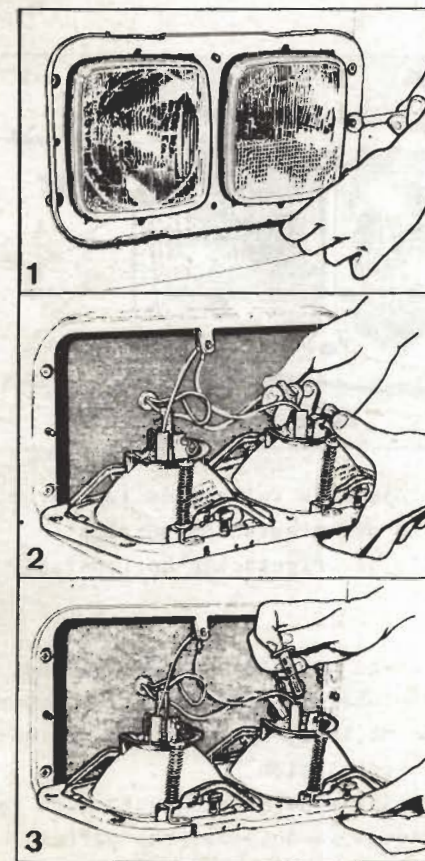

Fig. 15.3. Cambio de lámparas de los faros anteriores.
- 2.Desenroscar las tuercas que sujetan el marco de los dos faros (1 fig.15.3).
- 3.Desconectar el terminal de la lámpara y soltar el resorte que la sujeta (2 fig.15.3).
- 4.Extraer la lámpara (3 fig.15.3).